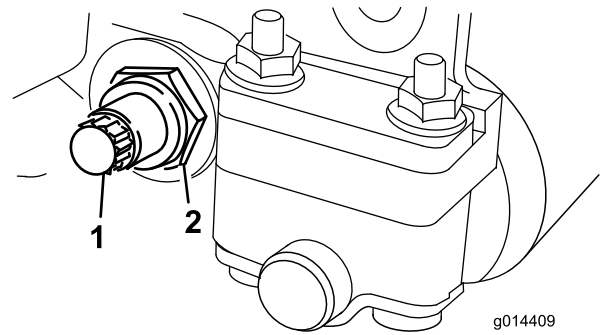
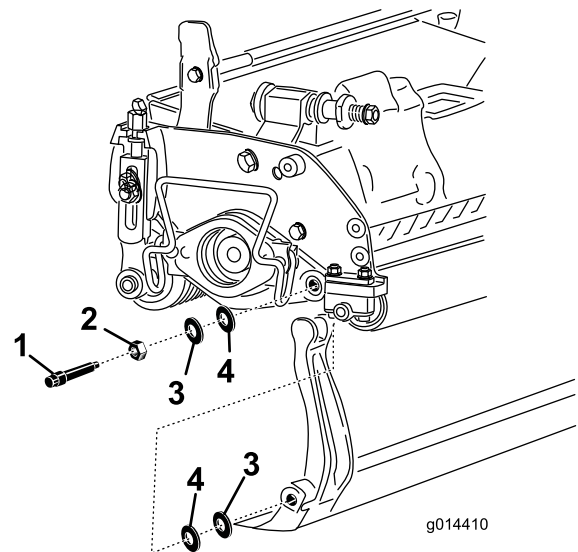

Figura 14
Figura 15
3. En cada lado de la máquina, afloje la contratuerca que fija el perno de la barra de asiento (Figura 14).
4. Retire todos los pernos de la barra de asiento, para poder tirar de la barra hacia abajo y retirarla de la máquina (Figura 14). Guarde las 2 arandelas de nylon y la arandela de acero troquelado de cada extremo de la barra de asiento (Figura 15).
2. Sujete la barra de asiento a cada chapa lateral con los pernos de la barra (con tuercas en los pernos) y 4 arandelas (8 en total). Coloque una arandela de nylon en cada lado del saliente de la chapa lateral. Coloque una arandela de acero por fuera de cada arandela de nylon (Figura 15).